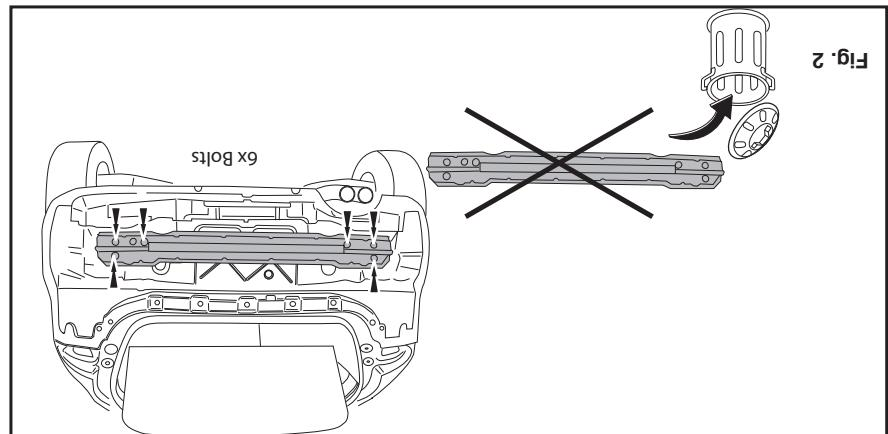

figura 4.
9. Con l'ausilio della sagoma, segare via dal paraurti la parte indicata. (posizionare la sagoma sul lato esterno del paraurti). Vedi figura 4.